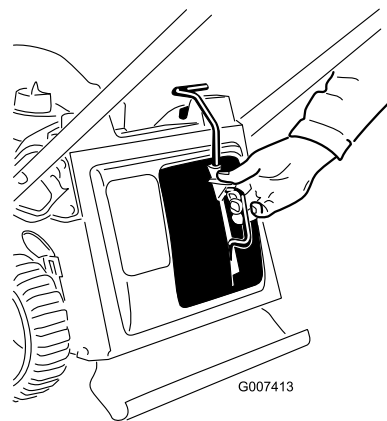

Рисунок 9
2. Нажмите кнопку на рычаге большим пальцем и полностью вставьте заглушку для мульчирования в отверстие (Рисунок 9).